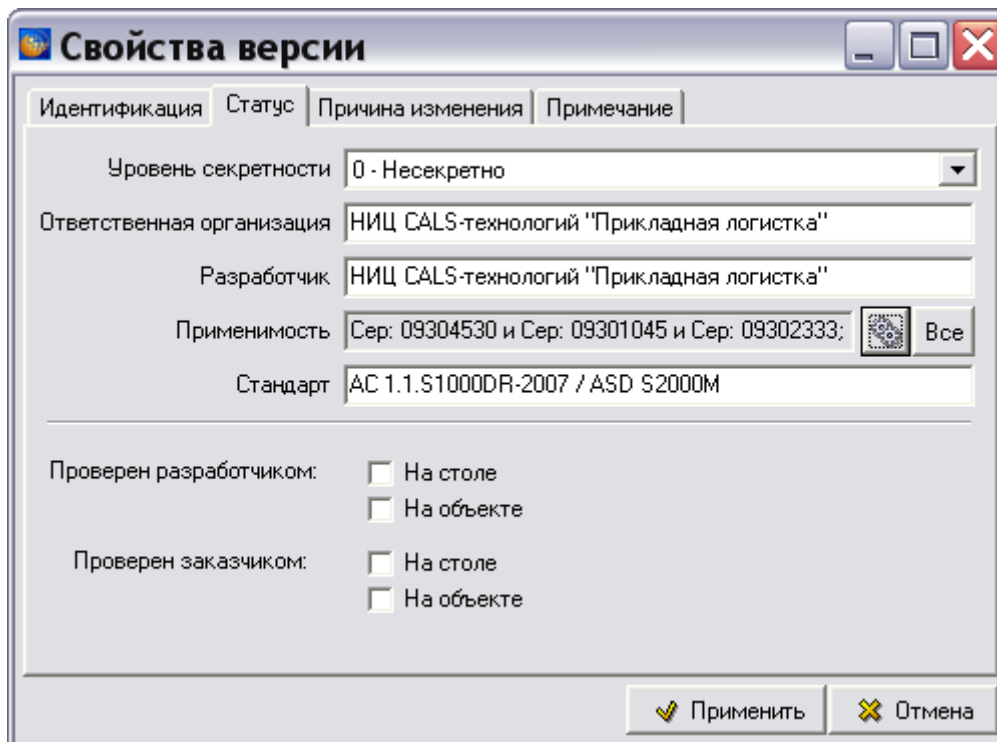

Рис. 98
13. В окне **Изменение применимости** нажмите на кнопку **Применить**. В окне **Свойства версии** в поле **Применимость** отобразится указанная для версии МД применимость (Рис. 98).